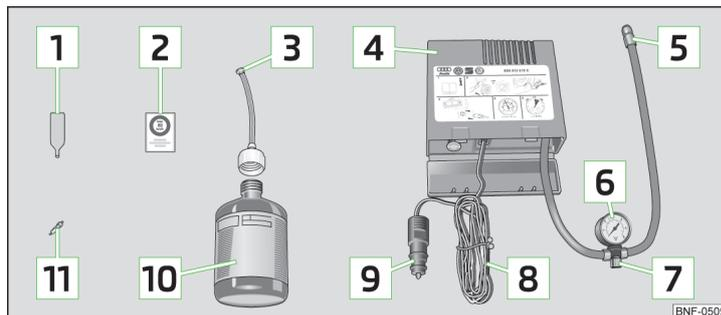

Fig. 115 Schéma du principe : Composants du kit de dépannage
Composants du kit » fig. 115
- Collez l'autocollant [2] » **fig. 115 à la page 130** correspondant sur le tableau de bord dans le champ de vision du conducteur.
- Secouez énergiquement le flacon de produit de colmatage des pneus [10] » **fig. 115 à la page 130** pendant quelques secondes.
- Vissez fermement le flexible de gonflage des pneus [5] » **fig. 115 à la page 130** du gonfleur sur la valve du pneu.